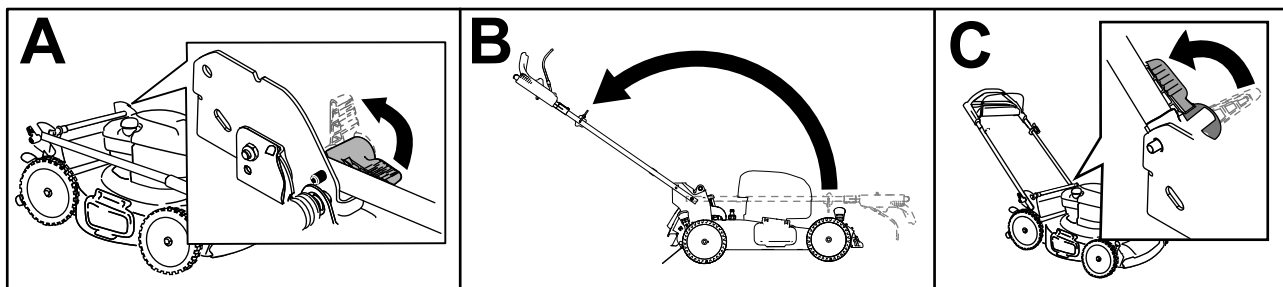

Figura 3
1. Sbloccate la stegola (A di Figura 3).
2. Spostate indietro la stegola in posizione operativa (B di Figura 3).
3. Impostate il fermo della stegola fino a quando il perno non scatta in posizione per bloccare la stegola nella posizione operativa (C di Figura 3).